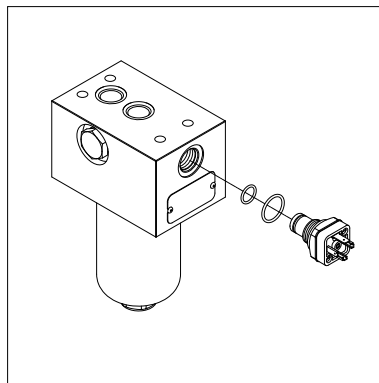

fig. 17
- (Fig. 17) Sostituire gli O-ring del corpo indicatore